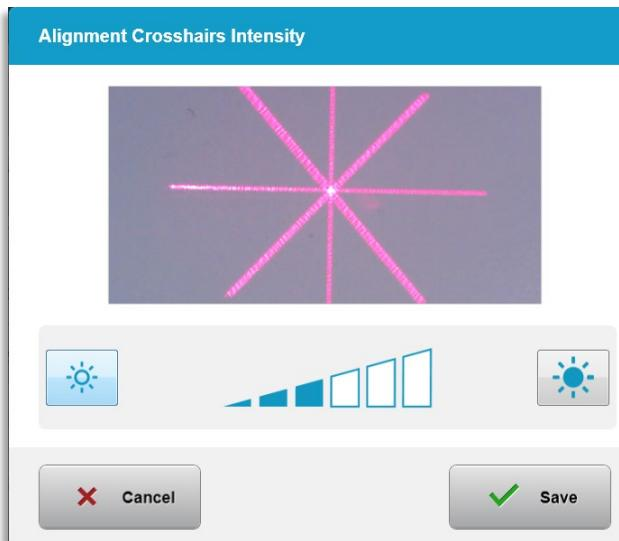

Bild 3-55. Intensitet vid inpassning av sikten
- Välj ”Intensitet vid inpassning av sikten” (Alignment Crosshairs Intensity) från menyn Systeminställningar (System Settings) för att ändra ljusstyrkan för inpassningssikten. Skärmen som visas på bild 3-55 kommer att visas.